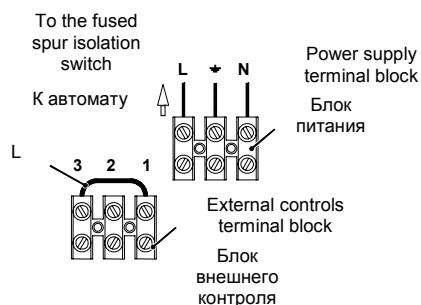

Fig. 5.8
- 5 Connect the electrical supply flexible cord coming from the fused spur isolation switch to the power supply terminal block of the boiler (Fig. 5.8) keeping the same connections for the live (brown wire) and the neutral (blue wire). External 3 A fuse or fused plug with same current rating is recommended. Do not connect live wires to terminals to which the room thermostat must be connected.
When connecting any type of external control, the jumper K in (Fig. 5.8) must be removed.
- 5 Присоедините гибкий кабель от шпорного рубильника к клеммам входа питания котла (Fig. 5.8) с той же нумерацией фазового (коричневый) и нулевого (синий) проводов. Рекомендуется использовать внешний предохранитель 3 А или предохранитель такого же класса. Не подключайте провод, находящийся под напряжением, к таким клеммам, к которым будет подключаться комнатный термостат.
Если присоединяется любое внешнее управление, то перемычку K следует удалить, как показано на рисунке (Fig. 5.8)